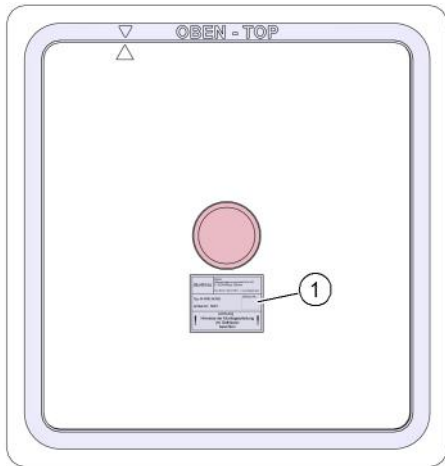

Abb. 3: Typenschild auf Putzschutzdeckel
- unterhalb des roten Signaldeckels auf dem Putzschutzdeckel (siehe Pos.1 in Abb. 3)